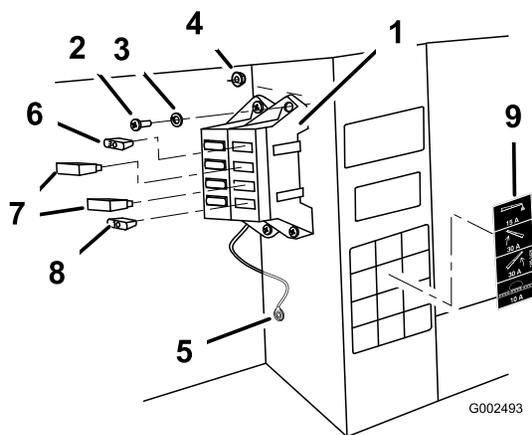

Figura 8
- Conecte el cable negro de tierra al perno de 1/4 pulgada situado en el bastidor del vehículo, usando la arandela de estrella (Figura 8).
- Instale el bloque de fusibles y el mazo de cables al bastidor junto al bloque de fusibles existente, usando los dos tornillos (#10-24 x 3/4 pulgada) y las dos contratuercas (Nº 10-24) según se muestra en Figura 8.
- Instale los dos disyuntores térmicos de 30 amperios en las ranuras de los fusibles de elevación de los brazos izquierdo y derecho (Figura 8).
- Instale el fusible de 10 amperios en la ranura del sistema de pulverización (Figura 8).